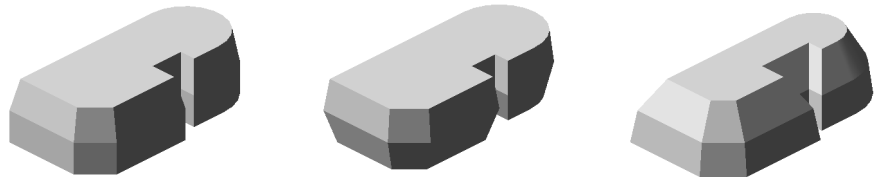

Рис. 87.4. Выдавливание в двух направлениях с различными параметрами уклона
- ▼ При выдавливании в двух направлениях указанные параметры требуется ввести дважды — и для прямого, и для обратного направления (рис. 87.4).